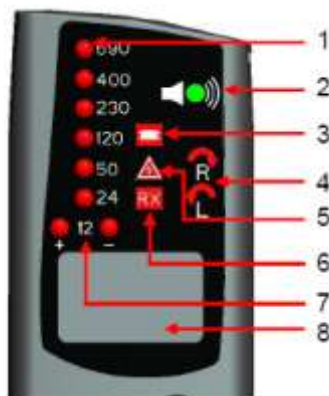

Рис.2
- Индикатор «**Опасное напряжение**» (рис. 2 – № 5) загорается и включается звуковой сигнал при наличии между щупами напряжения **50 В** (перем./ пост.), даже в случае разряженных батарей или когда батареи питания не установлены (при их отсутствии – нет звукового сигнала).
2. Питание прибора включается автоматически, а значение измеренного напряжения указывается загоранием красных с/д на вертикальной шкале (уровень $U_{вх}$ соответствует максимальному значению на линейке номиналов **12/ 24/ 50/ 120/ 230/ 400/ 690 В**). Кроме того, для моделей **НТ8** и **НТ9** измеренное значение, - отображается на ЖК-дисплее в числовом выражении (рис. 2 №8).
3. При измерении горящий светодиод макс. значения может иногда гаснуть (т.е. включаться или выключаться произвольным образом). Это не свидетельствует о неисправности тестера. Полярность при подключении наконечников отображается следующим образом (рис. 2 №7):
(рис.2 -№ 5), а также включается и постоянно звучит предупреждающий звуковой сигнал (зуммер), чтобы указать на факт детектирования *опасного / фазного* напряжения.
2. В случае положительного результата теста непрерывности цепи загорается с/д индикатор **RX** (рис. 2 – № 6) и звучит непрерывно сигнальный зуммер.